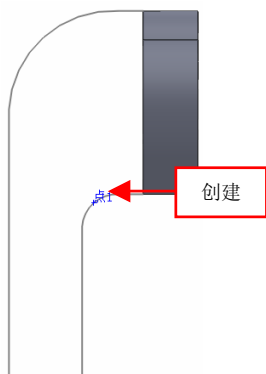

图 15-35 创建点 1 对象
(6) 单击【点】按钮，弹出【点】属性管理器，选择下方草图 2 对象中的圆弧对象，单击【沿曲线距离或多个参考点】按钮，激活文本框，选中【百分比】单选按钮，并设置【沿曲线距离或多个参考点】为 50，单击【确定】按钮，即可创建点 1 对象，如图 15-35 所示。